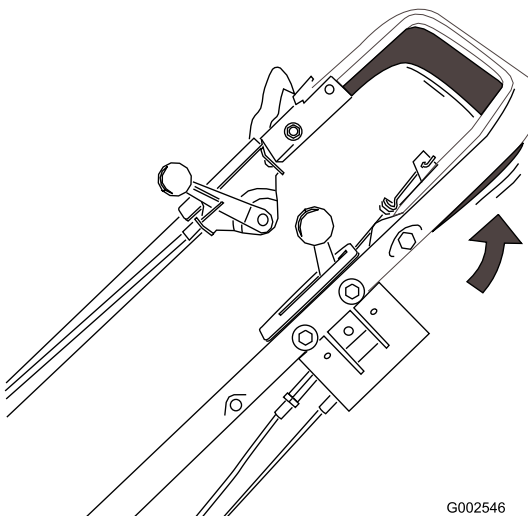

Figure 17
3. Serrez la barre de commande de déplacement contre le guidon (Figure 17).